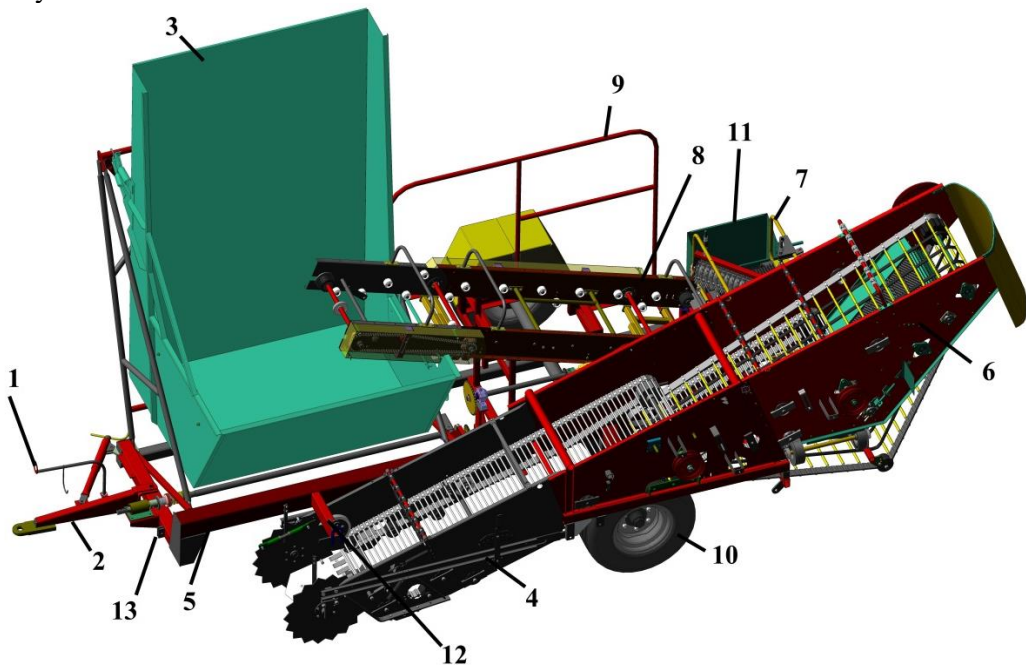

Рисунок 1 – Общий вид комбайна ККУ-1
3.7 От стола переборки и загрузки картофель поступает в накопительный бункер 3 (рисунок 1), откуда по мере заполнения выгружается гидроцилиндром в транспортное средство.
5.3.3 При помощи регулировочного винта на прицепе комбайна (см. рисунок 1) отрегулировать положение приёмной части относительно оси убираемого рядка.